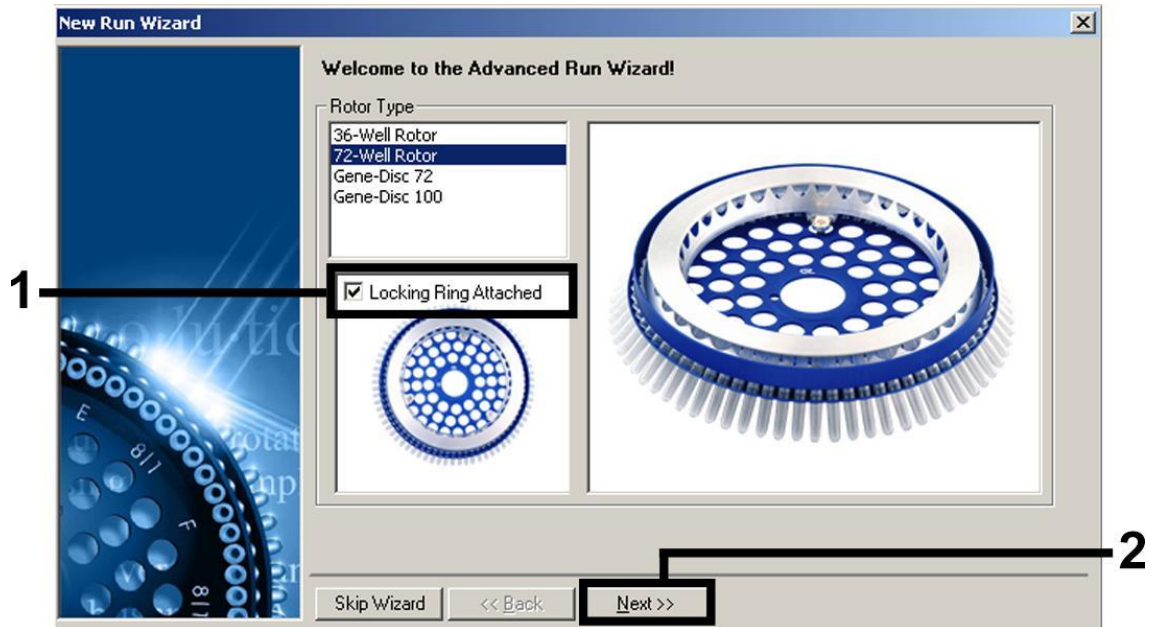

Figura 3. Cuadro de diálogo "New Run Wizard".
6. En primer lugar, abra el cuadro de diálogo "New Run Wizard" (Asistente para nuevo procesamiento) con la versión "Advanced" (Avanzada) (figura 3). Marque la casilla "Locking Ring Attached" (Anillo de bloqueo acoplado) y haga clic en "Next" (Siguiete).